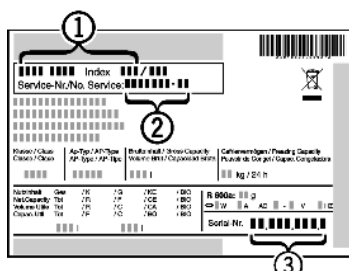

Fig. 15
- ▶ Наименование устройства Fig. 15 (1), сервисный № Fig. 15 (2) и серийный № Fig. 15 (3) считайте с заводской таблички. Заводская табличка находится внутри устройства слева.
- ▶ Обратитесь в сервисную службу и сообщите вид неисправности, наименование устройства Fig. 15 (1), сервисный № Fig. 15 (2) и серийный № Fig. 15 (3).